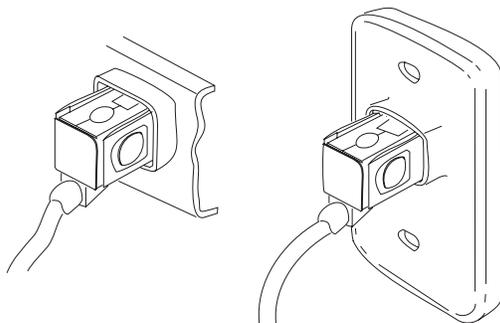

Abbildung 42. Typische Leitungsschleifenanschlussbuchsen
- Den Primär-Handelscomputer von der Leitungsschleife trennen, indem das Leitungsschleifenkabel aus der Leitungsschleifenanschlussbuchse herausgezogen wird. Siehe Abb. 42 auf Seite 540.
- Den Backup-Handelscomputer von der Leitungsschleife trennen, indem das Leitungsschleifenkabel aus der Leitungsschleifenanschlussbuchse herausgezogen wird. Siehe Abb. 42 auf Seite 540.